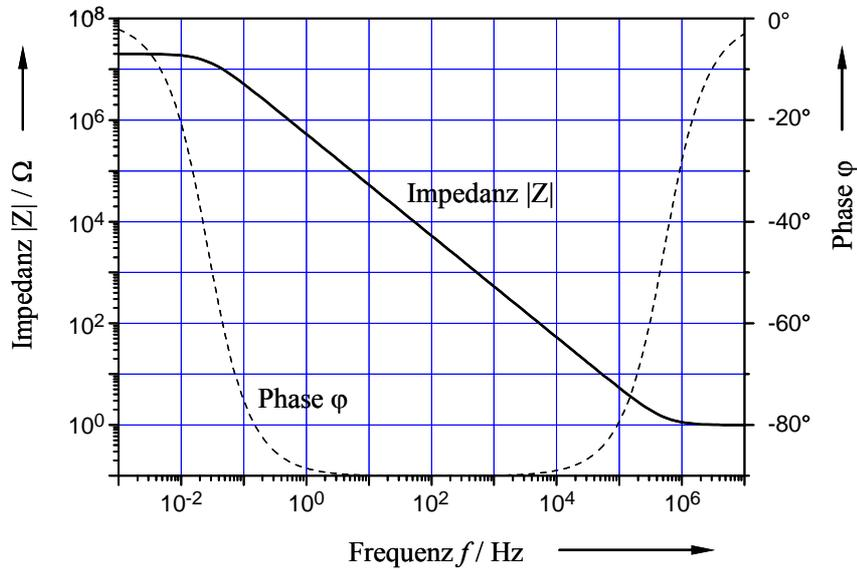

Bild 3: Impedanzspektrum des planaren Niob-Kondensators (Bodediagramm)
c) Zur Bestimmung der relativen Dielektrizitätszahl ϵ_r der Niobpentoxidschicht und des Leckstroms der Kondensator-Anordnung nach Bild 1c wurde das in Bild 3 gezeigte Impedanzspektrum aufgenommen. Stellen Sie, basierend auf dem angegebenen Bodediagramm der Impedanz Z , ein physikalisch sinnvolles Ersatzschaltbild für den planaren Niobkondensator auf. Bestimmen Sie aus dem Bodediagramm die Werte der Größen des Ersatzschaltbilds sowie die Werte für die relative Dielektrizitätszahl ϵ_r und für die Leitfähigkeit σ_{ox} der Nb_2O_5 -Schicht. (3 Punkte)